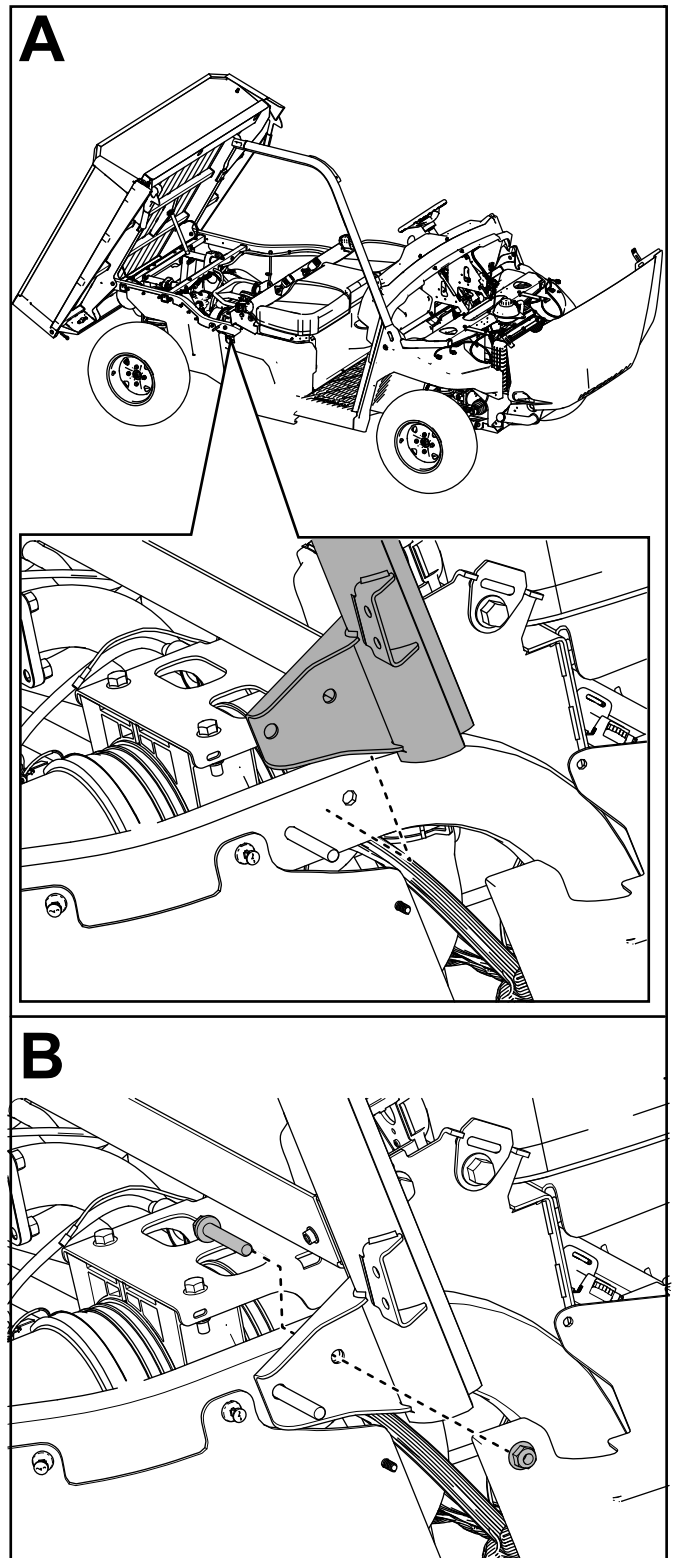

Figura 12
5. Sujete provisionalmente el conjunto de barra antivuelco trasera derecha en el tubo del bastidor trasero derecho con 1 perno con arandela prensada ($\frac{3}{8}$ " x $2\frac{1}{4}$ ") y 1 contratuerca ($\frac{3}{8}$ "), tal y como se muestra en la Figura 12.